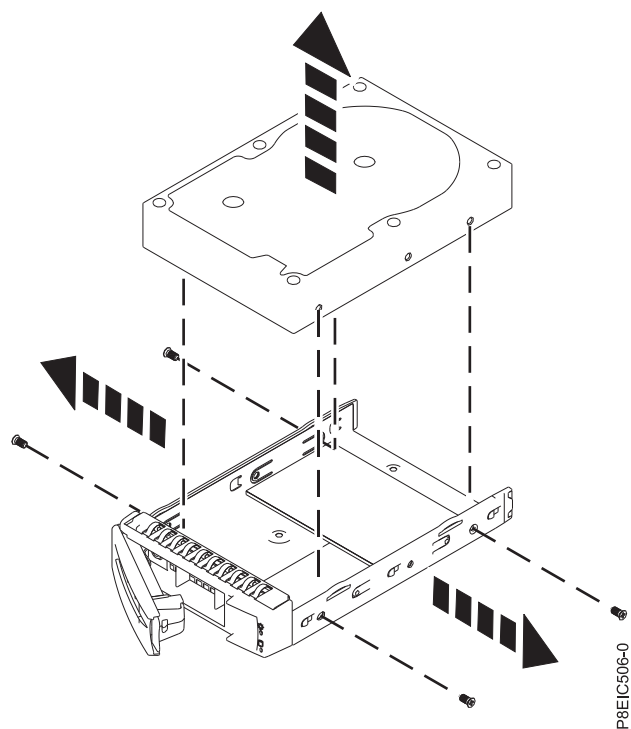

図 2. トレイからの 3.5 型ドライブの取り外し
- 3.5 型ドライブの場合、4 本のねじ (各側面に 2 本) を取り外して、ドライブをトレイの側面から外します (5 ページの図 2 を参照)。